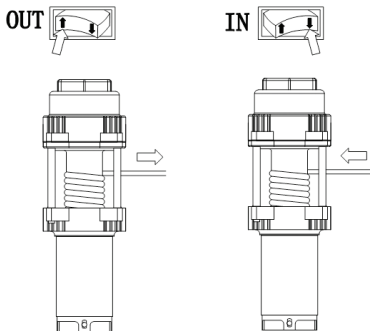

Рис.10: выбор направления вращения лебедки
- включите переключатель в положение “on”. Проверьте, нормально ли работает аппарат. Трос должен наматываться на барабан/разматываться в направлении, указанном на переключателе (рис.10).